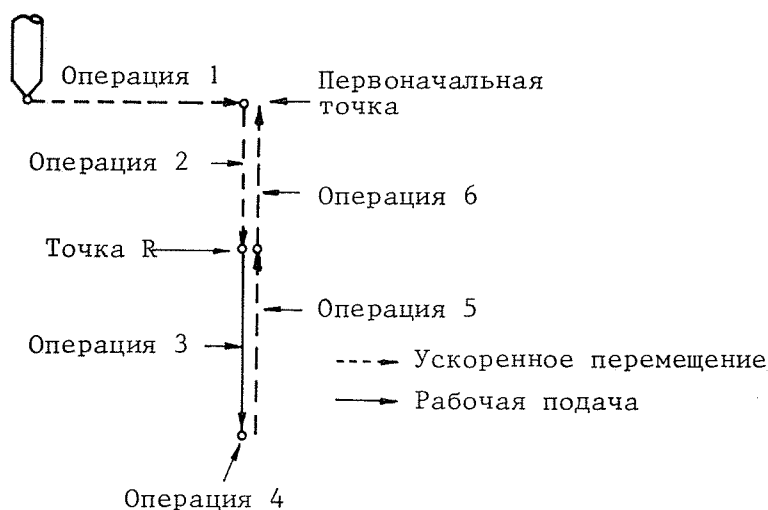

Рис. 7.2.1 Операции постоянного цикла
- Z Расстояние от точки R до дна отверстия на рис. 7.2.1 задается в приращениях или положение дна отверстия в абсолютах. Скорость подачи для операции 3 задается кодом F. Скорость подачи для операции 5 соответствует ускоренному перемещению или скорости кодом F в зависимости от режима обработки отверстия.
- R Расстояние от первоначального уровня до точки R на рис. 7.2.1 задается в приращениях или положение точки R в абсолютах. При этом скорость подачи является скоростью ускоренного перемещения для операций 2 и 6.